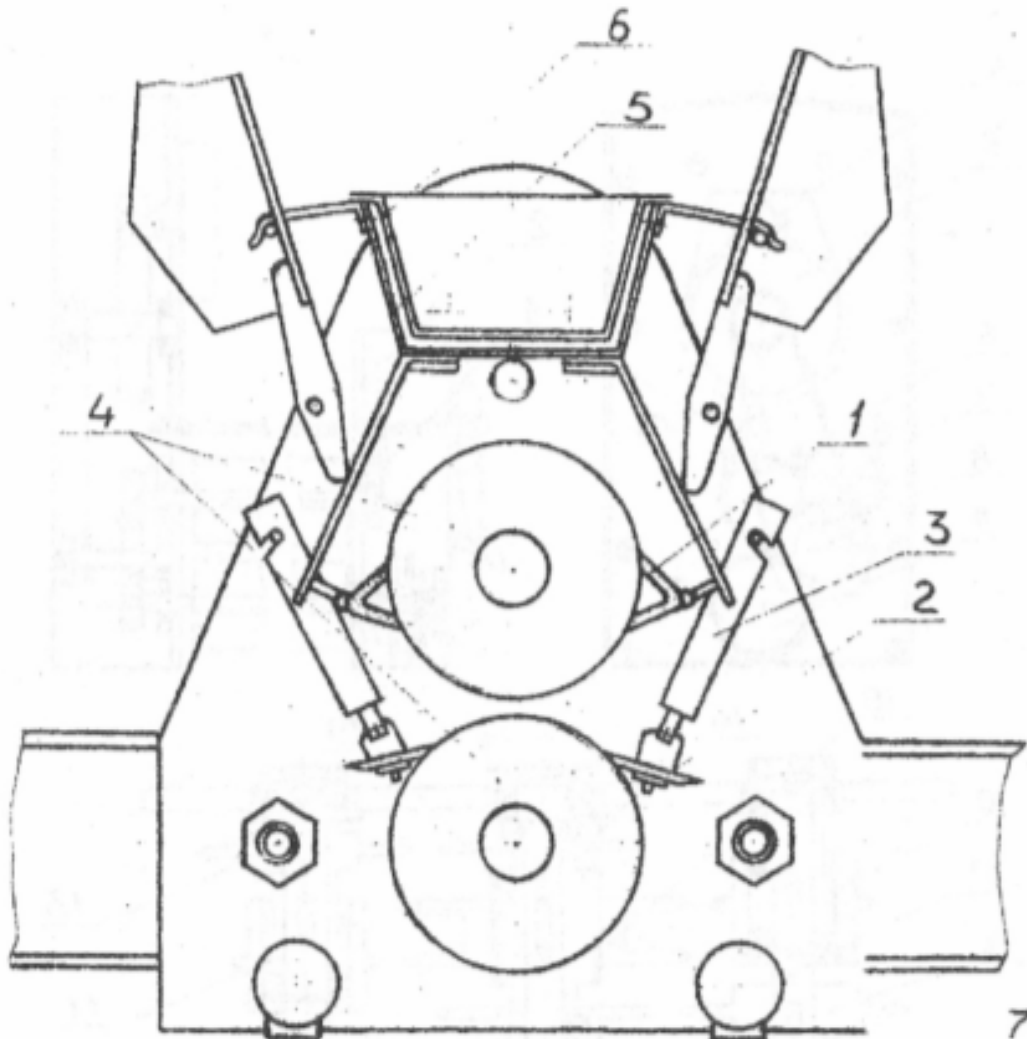

Рис.3 Механизм очистки валов
2. Верхний и нижний ножи для очистки необходимо снимать. Для снятия ножей 1 и 2 (см. рис. 3). Нужно отжать пружину в сторону. Поскольку ножи поджимают двумя пружинами, то для их снятия можно отжимать пружины по отдельности или одновременно обе. Ножи обтереть влажной тканью и снова навесить. Затвердевшие остатки теста на ножах нельзя соскабливать острыми предметами, а размочить водой и протереть тканью. Категорически запрещается сушить их на горячих плитках или сушильных шкафах во избежание деформации.
Проверить, правильно ли навешаны верхний и нижний ножи (рис.3).